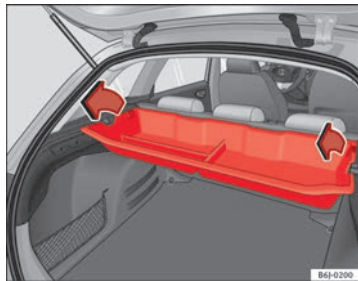

Fig. 100 Démontage du tiroir de rangement
- Retirez la plage arrière et tirez le tiroir de rangement vers le haut par ses extrémités → fig. 100.